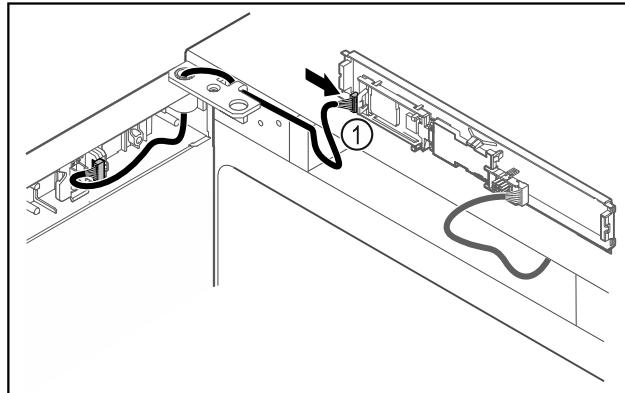

Fig. 45
- Συνδέστε το φίς Fig. 45 (1) στην πλακέτα.